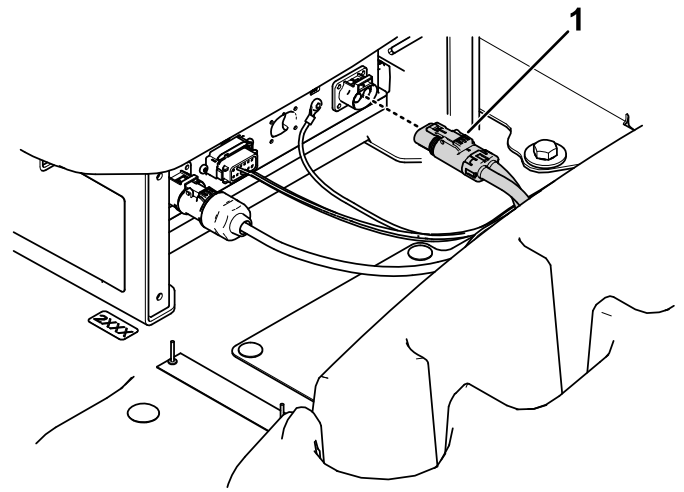

Bild 15
3. Ziehen Sie den Gleichstromanschluss vom Ladegerät ab (Bild 15).
2. Schließen Sie den Gleichstromanschluss an das Ladegerät an (Bild 15).